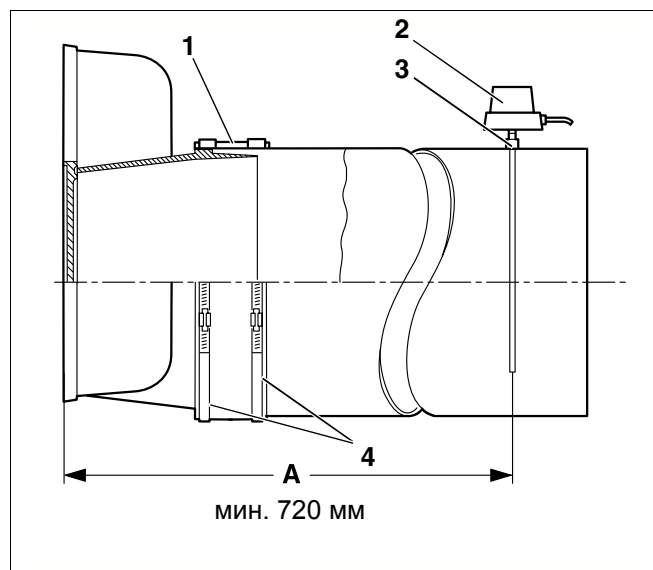

Рис. 29 Установка дымовой трубы
Мы рекомендуем использовать уплотнительную манжету трубы дымовых газов (рис. 29, поз. 1).
- Надеть хомуты (рис. 29, поз. 4) на уплотнительную манжету. Один хомут должен при этом зажимать патрубок сборного коллектора дымового газа, а второй - трубу дымового газа.
- На расстоянии (A) от сборного коллектора дымовых газов, равном двойному диаметру трубы дымовых газов, но минимум 720 мм, вварить муфту (рис. 29, поз. 3) в трубу дымовых газов.
- Установить датчик температуры дымовых газов (рис. 29, поз. 2) в соответствии с отдельной инструкцией по его монтажу.